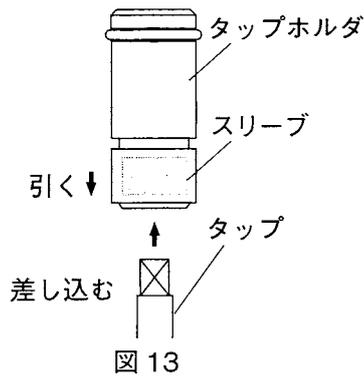

図 13
- (1) タップホルダのスリーブを矢印方向に引きながらタップを奥まで差し込み、スリーブを戻してください。(図13)